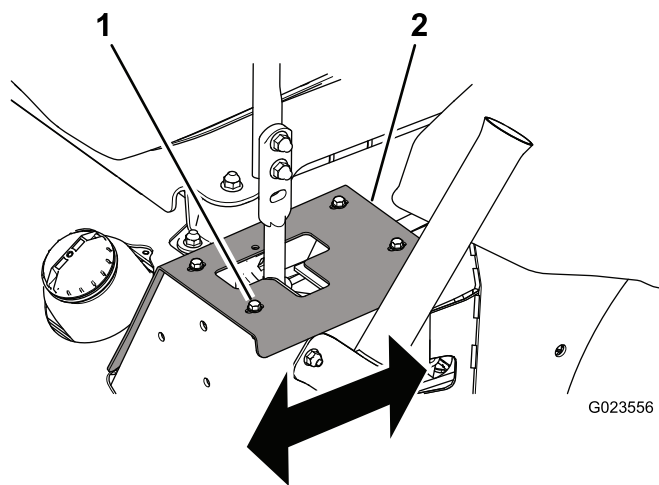

Figura 54
- Si se desvía hacia la derecha, afloje los pernos y ajuste la placa de tope izquierdo hacia atrás hasta que la máquina avance en línea recta (Figura 54).
- Si se desvía hacia la izquierda, afloje los pernos y ajuste la placa de tope derecho hacia atrás, hasta que la máquina avance en línea recta (Figura 54).
1. Perno (4)                      2. Placa de tope
- Apriete los pernos para sujetar la placa de tope (Figura 54).